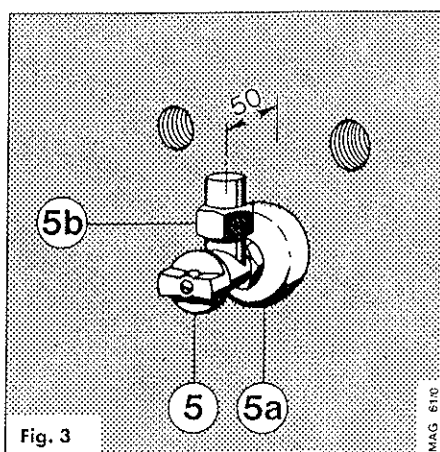

Fig. 3
Légende figure 3
- Dévisser le raccord (fig. 3, pos. 5b) du robinet gaz et le visser à fond sur le raccord gaz de l'appareil.